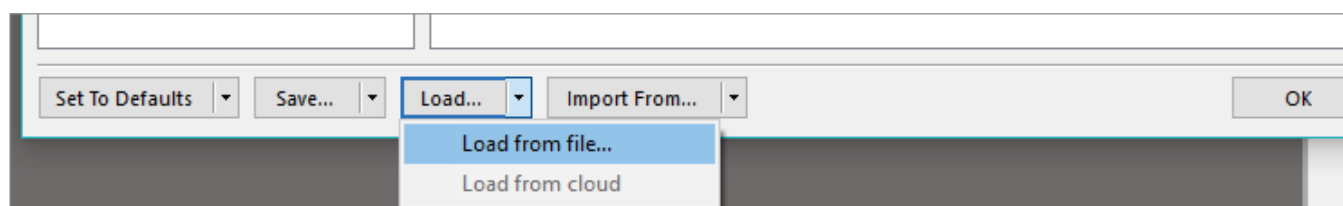

Figura 2: Anteprima delle opzioni di caricamento delle preferenze in Altium Designer 13 e versioni successive.
3. Come mostrato in Figura 2, qui di seguito, clicca sul pulsante **Load** e seleziona l'origine appropriata dei dati.